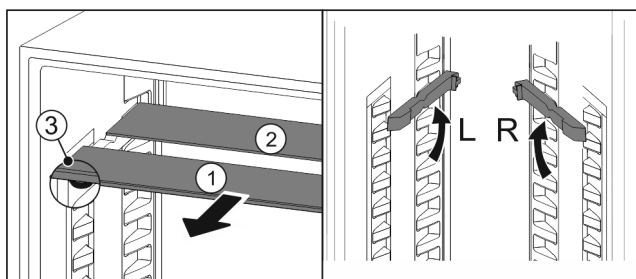

Fig. 70
- ▶ Trekk glassplatene enkeltvis fremover og ut Fig. 70 (1).
- ▷ Glassplate Fig. 70 (1) med pyntelist ligger foran.
- ▷ Stoppere Fig. 70 (3) peker nedover. Enheter med frysehylle:*